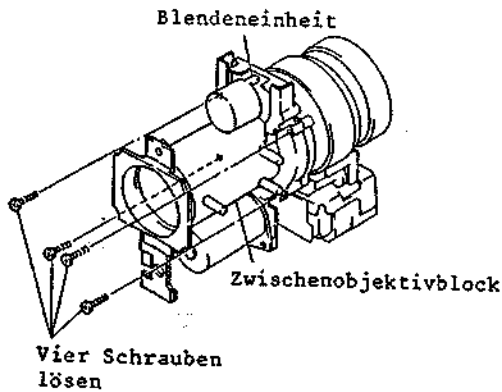

Abb. 2-104 Ausbau der Blendeneinheit
4. Vier (4) Befestigungsschrauben des Zwischenobjektivblocks entfernen (siehe Abb. 2-104).